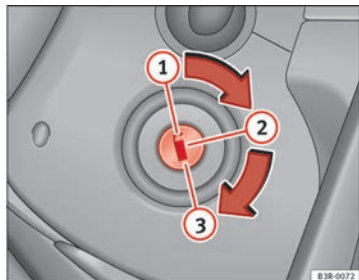

Abb. 148 Stellungen des Zündschlüssels
- Drehen Sie den Zündschlüssel in Position ① ⇒ Abb. 148.